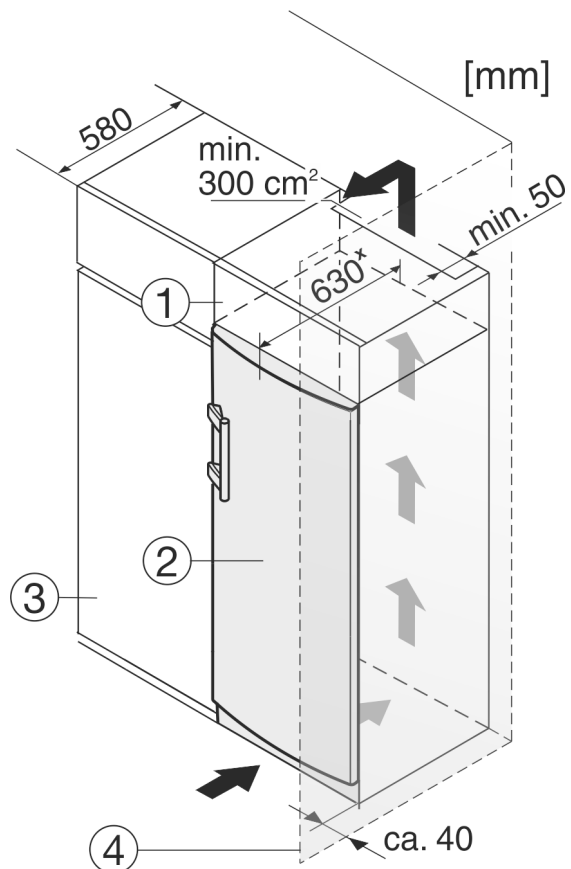

Fig. 12
Устройство может быть окружено кухонными шкафами. Чтобы уравнивать устройство *Fig. 12 (2)* по высоте с кухонной стенкой, можно установить над устройством дополнительный шкафчик *Fig. 12 (1)*.
При комбинировании с кухонными шкафами (глубина макс. 580 мм) устройство можно установить непосредственно рядом с кухонным шкафом *Fig. 12 (3)*. Устройство выступает сбоку на 34 мм ^x и по центру на 50 мм ^x относительно передней стенки кухонного шкафа.
Если устройство установлено на шарнирах у стены *Fig. 12 (4)*, то расстояние между устройством и стеной должно быть не менее 40 мм. Настолько выступает ручка при открытой дверце.